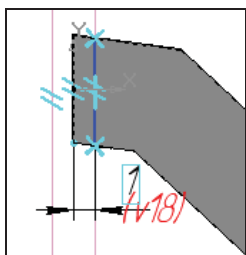

Рис. 19.38. Эскиз траектории выреза
- ◆ выделите ЛК верхнюю плоскость, как на рис. 19.38, и создайте на этой плоскости эскиз траектории выреза относительно передней грани;